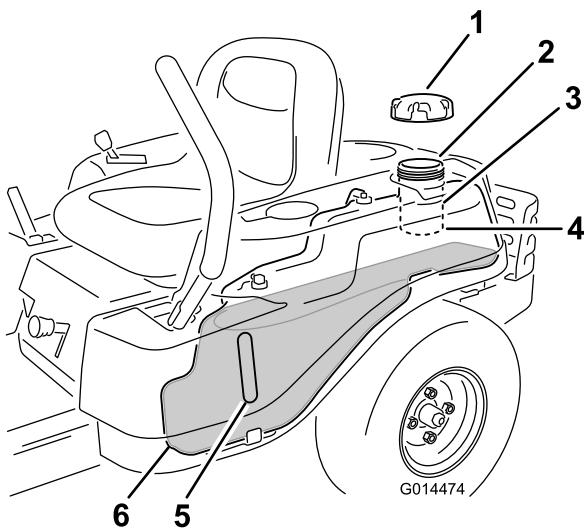

Figura 9
**Nota:** Puede utilizar la mirilla de combustible para verificar la presencia de gasolina antes de llenar el depósito (Figura 9).
2. **Añada gasolina sin plomo** lentamente (Figura 9) hasta que el combustible llegue a la base del cuello de llenado (0).